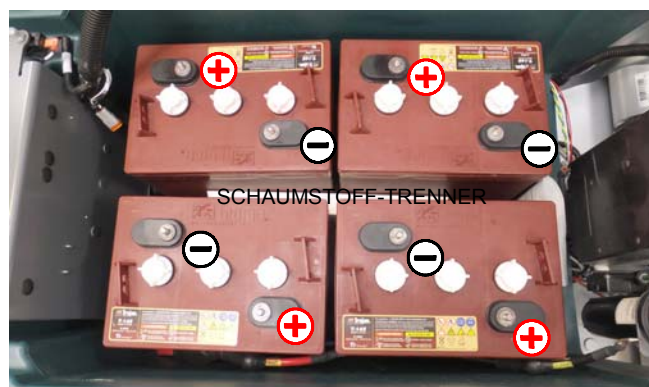

ABB. 2
2. Stellen Sie die Batterien vorsichtig in das Batteriegehäuse und ordnen Sie die Batteriepole, wie angegeben, an (Abbildung 2). Platzieren Sie wie gezeigt Schaumstoff-Trenner zwischen den Batterien.